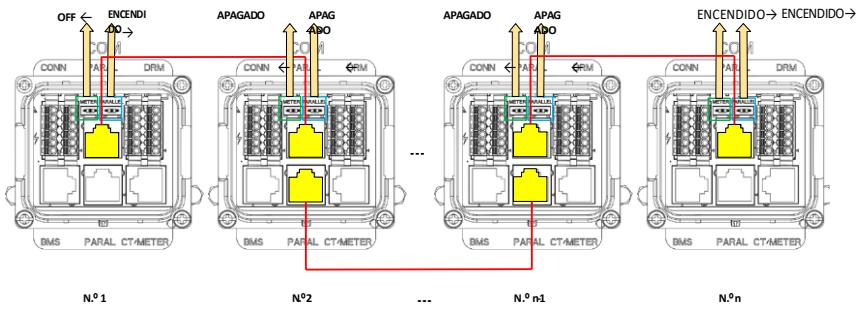

Figura 4-28 Conexión del cable de red paralelo
3. Encienda el sistema paralelo siguiendo los pasos que se indican en la Figura 4-28.
- ①Cierre el interruptor de circuito de CA del lado de la red de cada inversor.
- ②Cierre el interruptor automático de CA del lado de carga de cada inversor.
- ③Cierre el interruptor fotovoltaico del lado fotovoltaico de cada inversor.
- ④Cierre el interruptor de CC del lado del almacenamiento de energía de cada inversor.